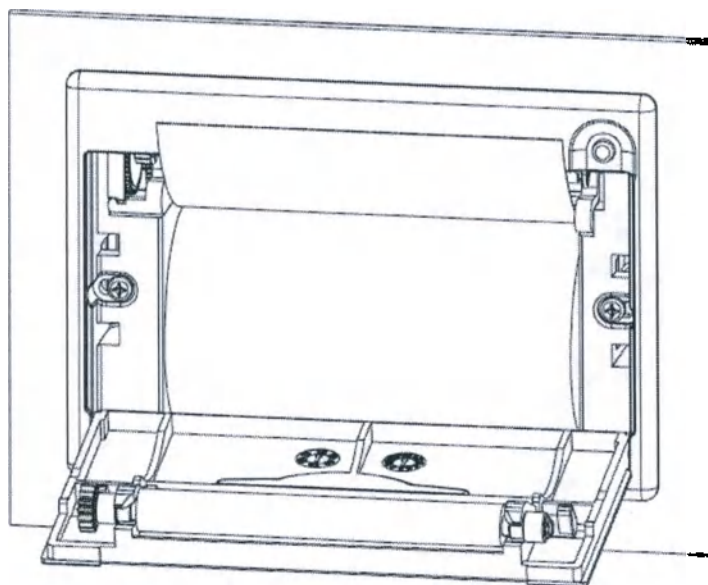

Рис. 17 Укладка бумаги для принтера
2. Откройте крышку принтера. Загрузите бумагу для принтера в лоток для бумаги в направлении, показанном на рис. 17, так, чтобы конец бумаги для принтера находился в выходном отверстии за пределами лотка для бумаги. Закройте крышку принтера и проверьте положение бумаги, чтобы убедиться, что она находится в выходном отверстии.